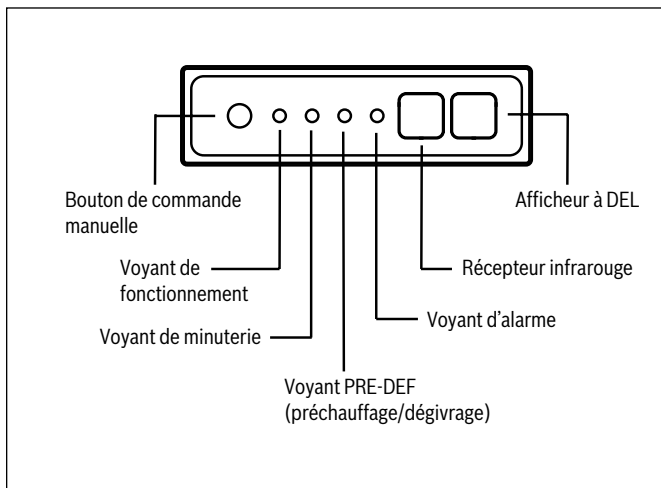

Figure 4
1. Repérez le bouton MANUAL CONTROL sur le côté gauche du tableau d'affichage (Figure 4).